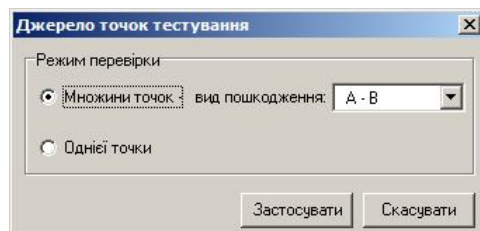

Рис. 4.19. Вікно вибору джерела точок тестування
- кнопка **"Копіювати з"** дозволяє копіювати раніше створені точки тестування в інших режимах. Вибір режиму з якого здійснюється копіювання точок здійснюється у діалоговому вікні (рис. 4.19), яке з'явиться на екрані ПК після натиснення цієї кнопки;